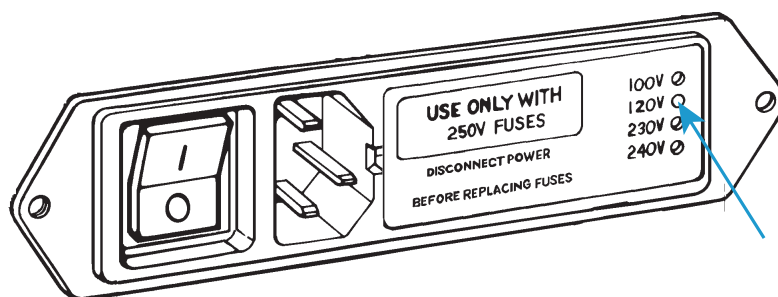

Figura 4. Connettore dell'alimentazione in ingresso con impostazione della tensione
2. Ispezionare il connettore di ingresso dell'alimentazione e consultare Figura 4 a pagina 38. Sul lato destro del connettore sono disposti quattro fori in verticale, ciascuno corrispondente a una diversa tensione di linea. La tensione corrente è indicata da un perno di plastica bianca, visibile in uno dei fori. La tensione indicata in Figura 4 è 120 V.
3. Rimuovere il portafusibili (1) dal connettore di ingresso dell'alimentazione, esponendo la scheda del selettore di tensione (2) come mostrato di seguito.
4. Utilizzando le pinze lunghe, rimuovere l'unità di selezione della tensione (2) come mostrato di seguito. Il perno dell'indicatore di tensione è etichettato (3).
5. Posizionare la scheda del selettore di tensione in modo che il perno (3) punti verso l'alto, come mostrato di seguito. Mantenendo il perno ruotare la scheda finché in fondo alla stessa non appare la tensione desiderata, come mostrato di seguito.
8. Reinstallare il portafusibili nel connettore. Controllare che l'indicatore sia puntato sulla tensione d'ingresso corretta. Vedere la Figura 4 a pagina 38 per riferimento.